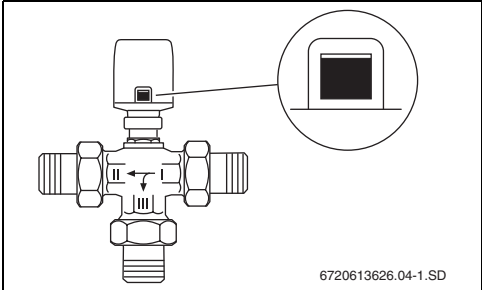

Fig. 9 Indicação de curso abastecida com corrente
- A indicação de curso está bem visível (→ Fig. 9).